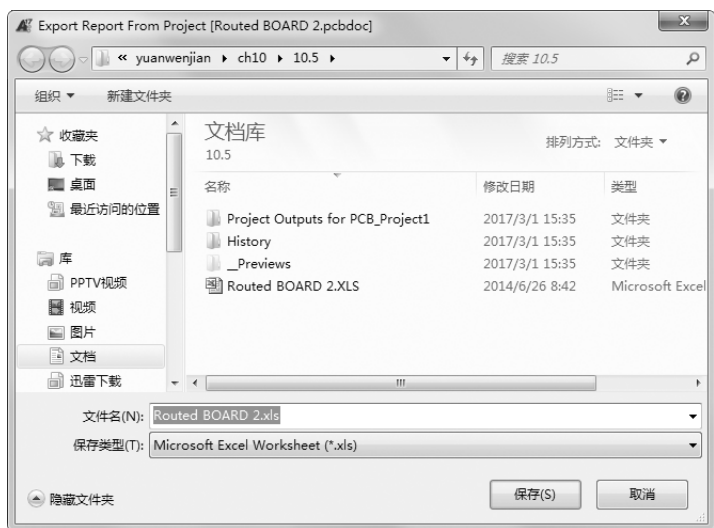
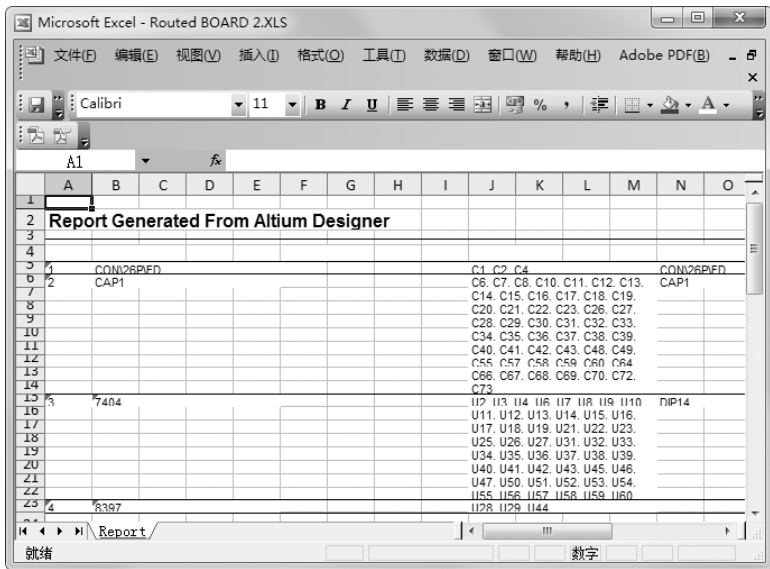

图 10-37 “Export Report From Project” 对话框
图 10-38 打开报表文件
(4) 单击“输出”按钮，弹出如图 10-37 所示的“Export Report from Project”(从项目中输出报表)对话框，将报告导出为一个其他文件格式后保存。
(5) 默认文件名，选择文件保存类型为“.xls”，单击“保存”按钮返回到“报告预览”对话框。
(6) 单击“打开报告”按钮，打开报表文件，如图 10-38 所示。
(7) 单击“打印”按钮，打印元件清单。